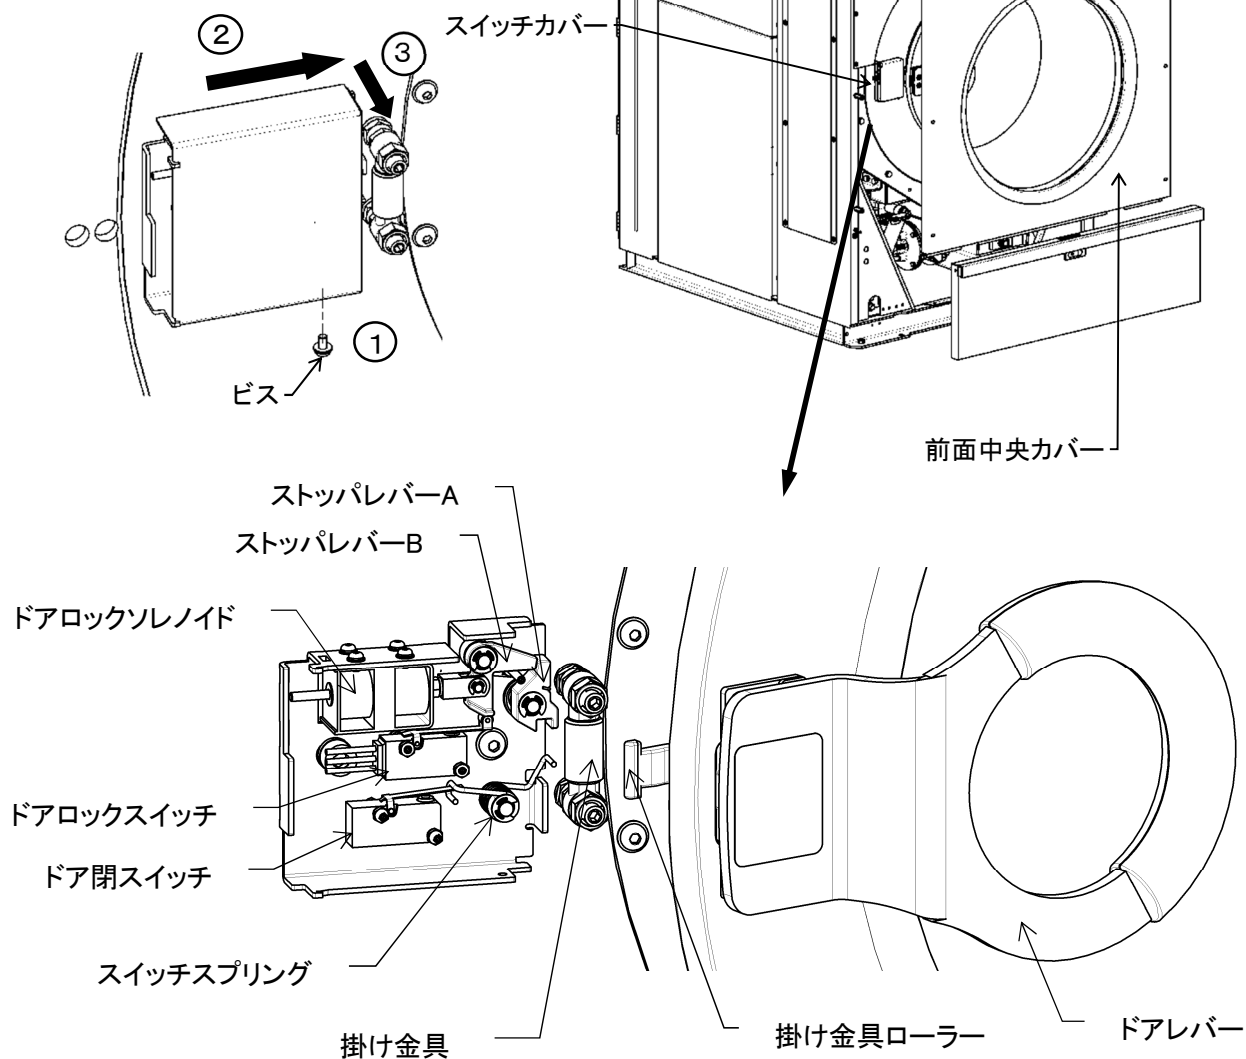

図 8-7
- ・ スwitchカバーの下側のビスを緩めスitchカバーを右にスライドさせ手前に取り外します。(図 8-7)